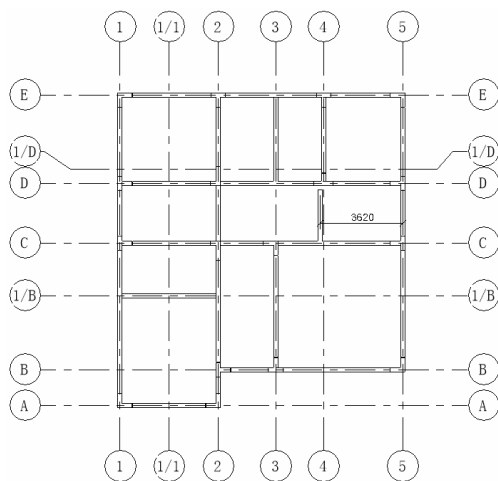

图 6-48 绘制“180×500mm”梁
(3) 在“属性”选项板中选择“混凝土 - 矩形梁 180×500mm”类型，在如图 6-48 所示的位置绘制“180×500mm”梁。